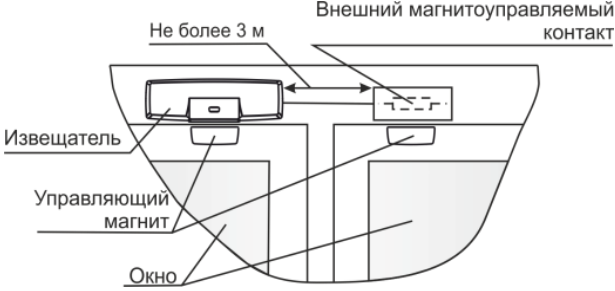

Рисунок 4
8.1.3 Вариант размещения извещателя на окне (рисунок 4)
- Для контроля **встроенного и внешних** магнитоуправляемых контактов (рисунок 4) установить перемычку на вилку Ext.